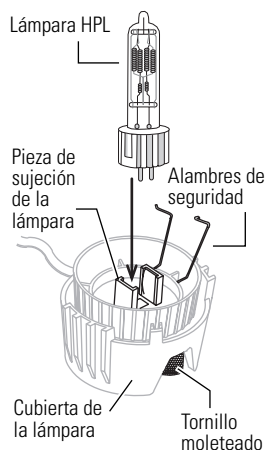

Figura 1
4. Alinee los lados planos de la base de la lámpara con las piezas de sujeción a cada lado del portalámparas. Ver la **Figura 1**.